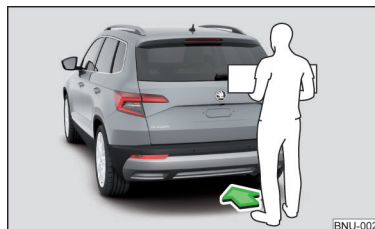

Fig. 56
► Pentru **deschidere/închidere**, balansati energic un picior sub bara de protecție din spate, în zona senzorului, în sensul săgeții » fig. 56.